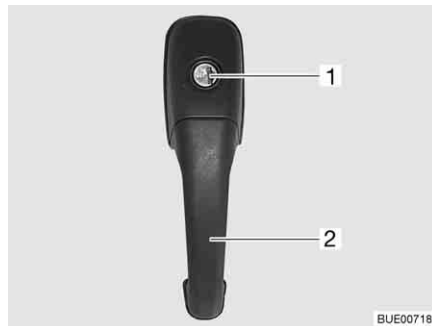

Fig. 43 Cerradura de la puerta de entrada, en el exterior
- Introducir la llave en el cilindro de cierre (Fig. 43,1) y girarla hasta que esté desbloqueada la cerradura de la puerta.
- Tirar del tirador de la puerta (Fig. 43,2). La puerta está abierta.
- Introducir la llave en el cilindro de cierre (Fig. 43,1) y girarla hasta que esté bloqueada la cerradura de la puerta.